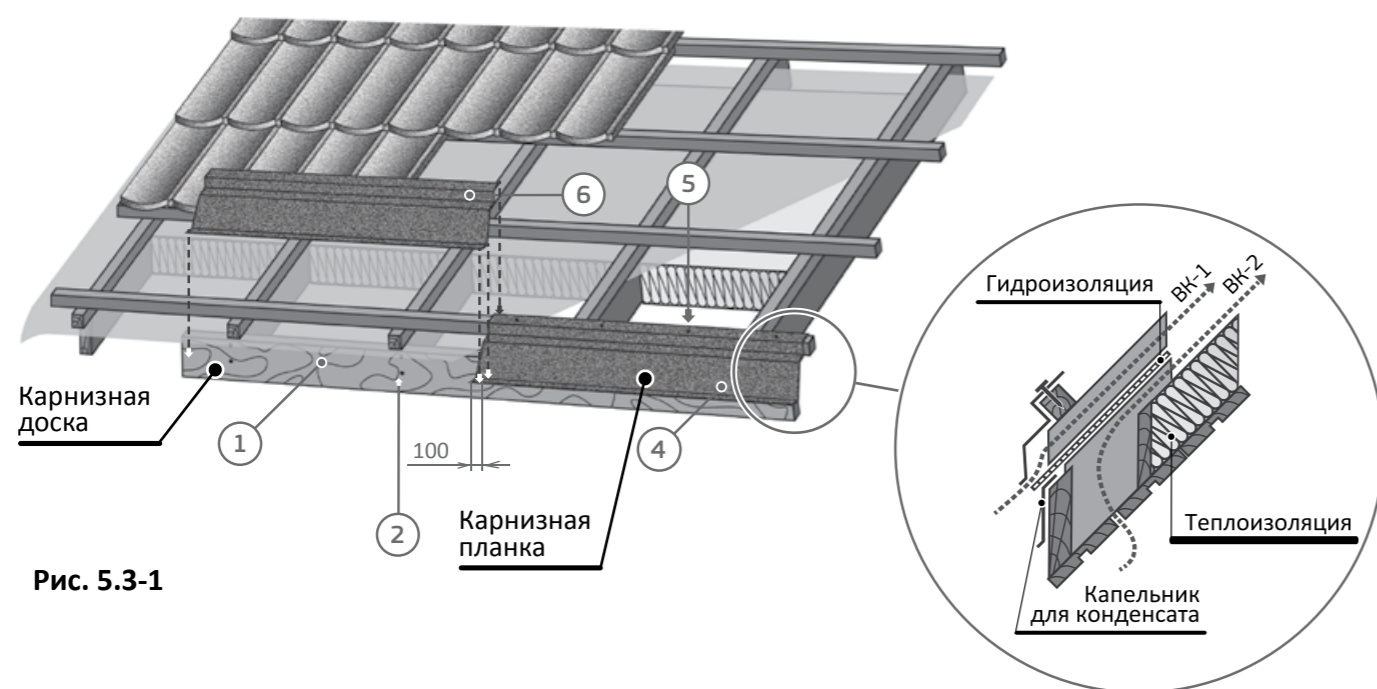
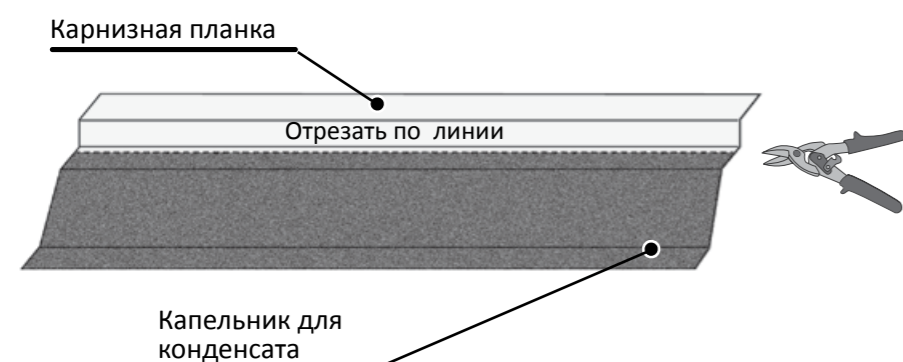

Рис. 5.3-1
Рис. 5.3-2
3. Установите на карнизную доску капельник для конденсата (рис. 5.3-1). Капельник для конденсата можно изготовить из карнизной планки (рис. 5.3-2). Расход карнизной планки при этом увеличится вдвое.
- поверх карнизной доски лежит гидроизоляционная пленка, таким образом, чтобы был беспрепятственный сток конденсата на капельник для конденсата (рис. 5.3-1, выноска I);